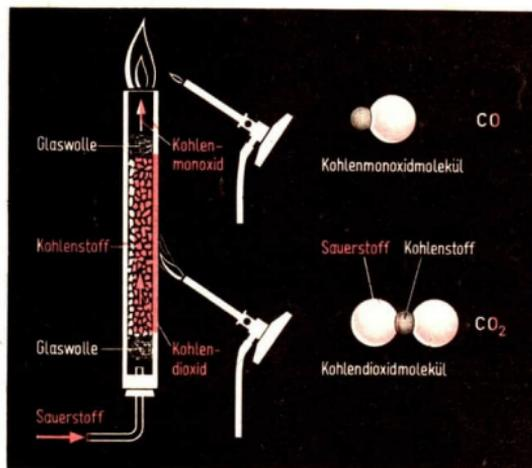

Abb. 57 Durch eine Folge von chemischen Reaktionen entsteht aus Sauerstoff und Kohlenstoff das brennbare Gas Kohlenmonoxid.
**Vorsicht!** Sauerstoff wird aus einem Gasentwickler in ein Verbrennungsrohr geleitet, das stark erwärmten Kohlenstoff enthält. An das Ende des Rohres wird eine Flamme gehalten (Abb. 57, S. 82).